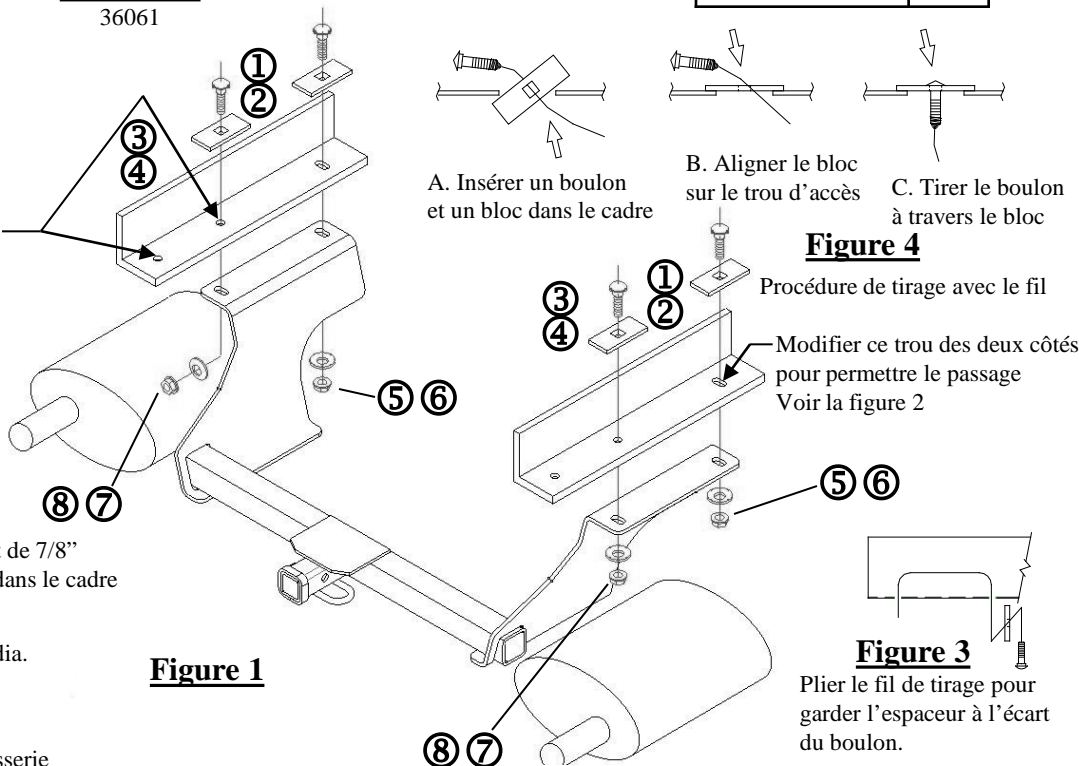

Figure 4
6. À l'aide d'un fil de tirage, acheminer un espaceur et un boulon de carrosserie 7/16 po dans le trou modifié à l'étape 4, puis vers le bas à travers le trou central de chaque longeron (voir la figure 3). Insérer les blocs et les boulons de carrosserie 1/2 po restants dans les orifices d'accès puis vers le bas dans les trous, en s'assurant que les blocs recouvrent les deux côtés du trou (voir la figure 4).